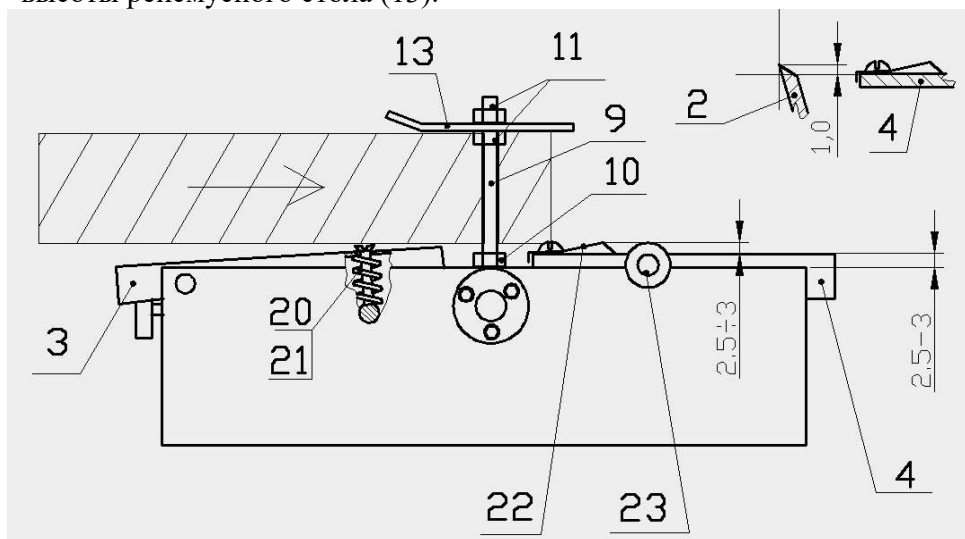

Рис. 3
- Вернуть шпильки (9) в опоры вала, и не доводя до подшипников, законтрить их гайками (10), навернуть на шпильки гайки (11), одеть прижим (13), шайбы и пружины (12), зажать гайками (11). Отрегулировать прижим (13) на требуемую высоту (на 5-10 мм меньше толщины материала);
- Производить обработку, подавая материал вдоль направляющей линейки (17) «по волокну» материала, исключая подрыв материала;
При дальнейшем рейсмусовании – установить на место подающий вал или пружинную пластину и отрегулировать стол (4) по Рис.3.
- Установить на пильный стол (14) разделительный нож с защитным козырьком (15);
- Для моделей Р2 - снять подающий вал (23) с заднего стола (4) (если он установлен), для чего:
- разкрепить 4 болта крепления заднего стола к стенкам корпуса и снять стол (4);
- вынуть из стенок корпуса подающий вал (23) вместе с опорами;
- установить задний стол (4) на место параллельно стенкам корпуса в соответствии с размерами на Рис.3;
Операции, выполняемые на станке, показаны на Рис.3÷12. Стрелками указано направление движения режущего инструмента и подача. Оператор всегда должен находиться со стороны подачи слева или справа от станка в стороне от режущего инструмента.
4.1. Рейсмусование. (Рис. 3). (для всех модификаций Р)
- Проверить выставление ножей (2) на высоту 1,0 мм выше передней кромки заднего стола (4) и проворачиваемость строгального вала;
В случае острой необходимости проведения обычного строгания на моделях Р и Р2 необходимо (см. Рис.3):